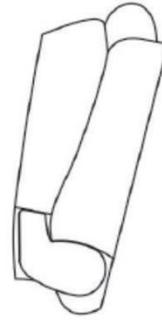

Figura 2
2. Después de tirar de la cuerda ① hacia adelante para desbloquear la segunda fila de asientos, puede voltear hacia arriba los cojines de asientos de la segunda fila al estado mostrado en la Figura 2, y la cuerda ① se puede colgar en el gancho ②.